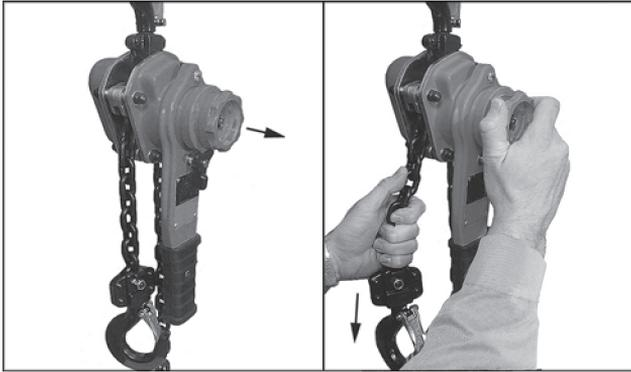

Рисунок 2.
2. Установите переключатель на ручке в центральное нейтральное положение и вытяните на маховик (Рисунок 2). Это позволит установить режим «свободного хода». Протяните цепь нагрузки вручную, в позицию нижнего крюка.